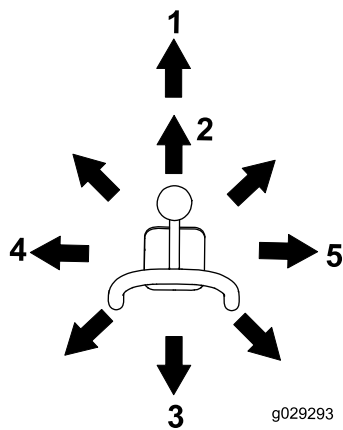

Figura 10
- Per inclinare l'attrezzo in avanti, portare lentamente la leva verso destra (**Figura 10**).
- Per inclinare l'attrezzo all'indietro, portare lentamente la leva verso sinistra (**Figura 10**).
- Per abbassare i bracci caricatori, portate lentamente la leva in avanti (**Figura 10**).
- Per sollevare i bracci caricatori, portate lentamente la leva indietro (**Figura 10**).
- Per abbassare i bracci caricatori in posizione fissa (flottazione) portate completamente in avanti la relativa leva (**Figura 10**).